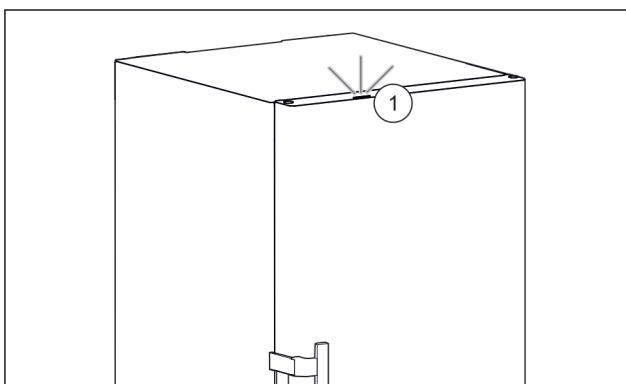

Fig. 41 Aktívne stavové svetlo pri zatvorených dverach
- Stavové svetlo Fig. 41 (1) je aktivované.